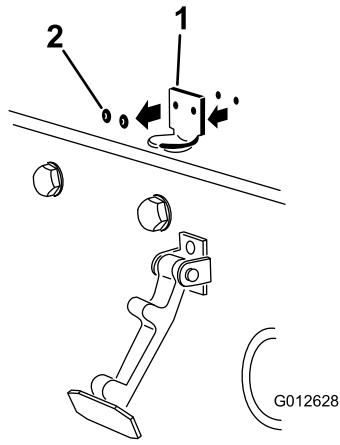

図 6
2. フードラッチブラケットをフードに固定しているリベット2本を外す図 6。フードからフードラッチブラケットを取り外す。